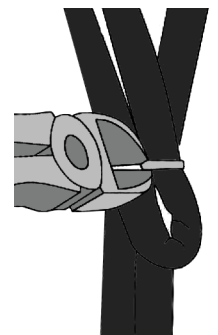

Figure 4
- Coupez l'attache à tête d'équerre pour que les câbles soient libres de bouger et puissent être replacés (voir figure 4).